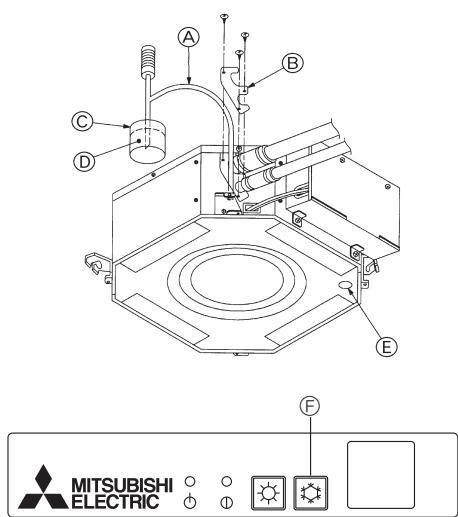

Fig. 9-5
9.4.1. Para o controlo remoto sem fio (Fig. 9-5)